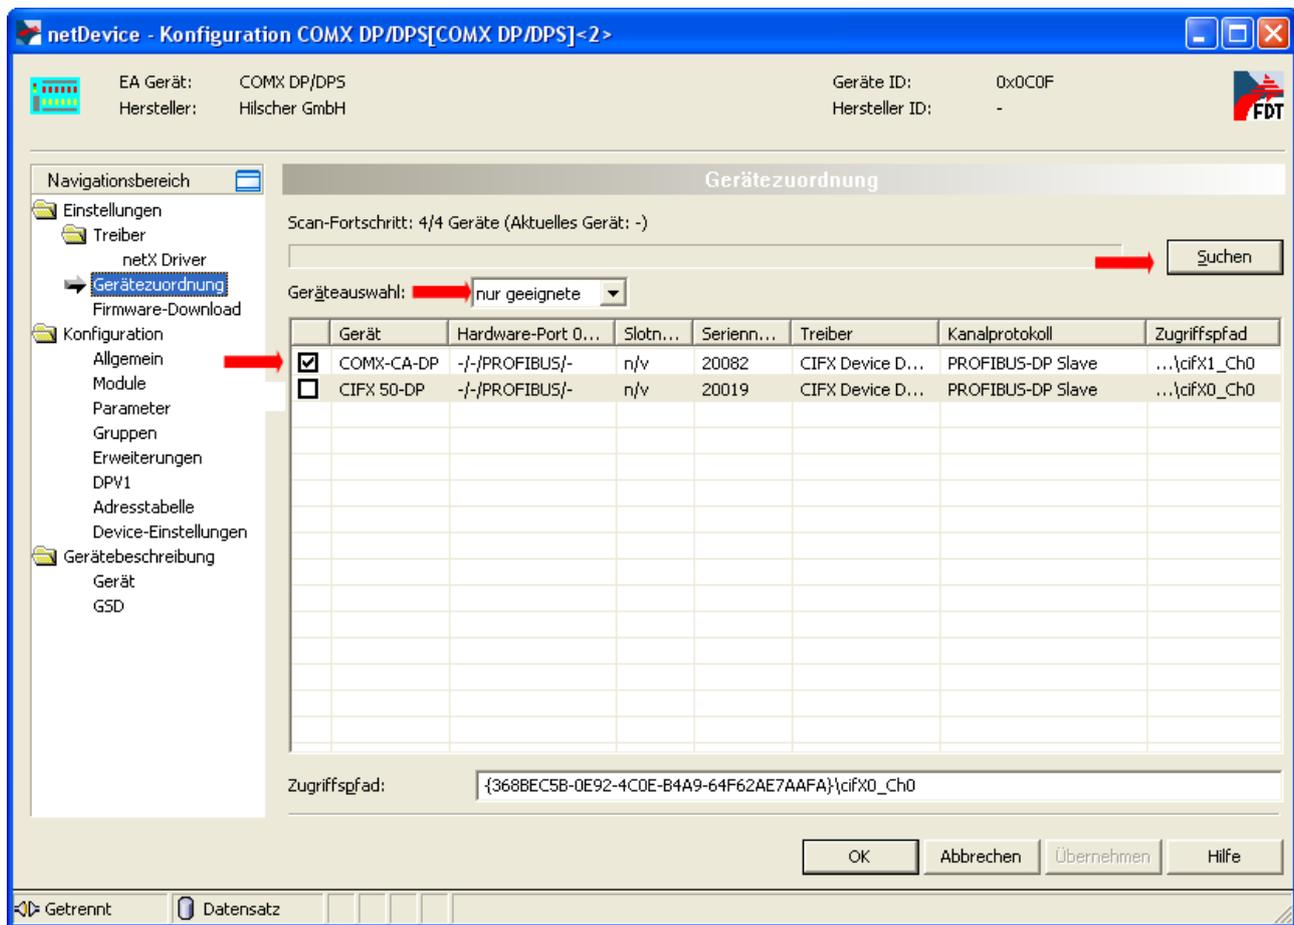

Abbildung 49: Starten des Suchvorgangs und Auswahl des Geräts
- Zum Starten des Suchvorgangs klicken Sie auf die Schaltfläche *„Suchen“*, um nach geeigneten Geräten zu suchen (siehe *Abbildung 49: Starten des Suchvorgangs und Auswahl des Geräts* auf Seite 165, am roten Pfeil rechts oben).
- Zur Geräteauswahl haken Sie nun auf die Checkbox des comX-Kommunikationsmoduls, dessen Firmware aktualisiert werden soll, an (siehe ebenfalls *Abbildung 49: Starten des Suchvorgangs und Auswahl des Geräts* auf Seite 165, am roten Pfeil links in der Mitte).